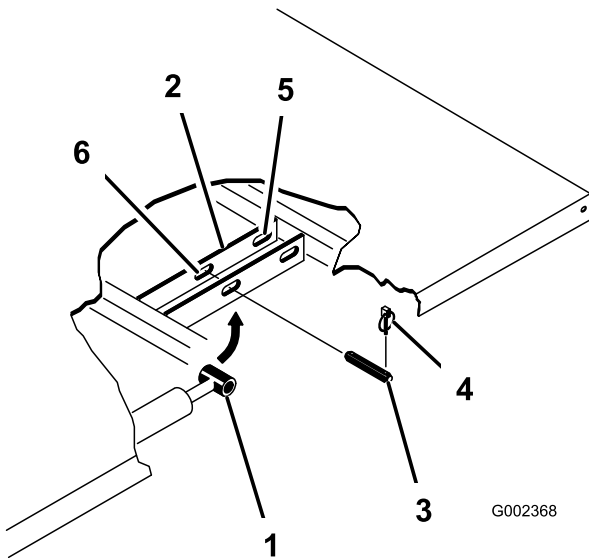

Bild 23
3. Nehmen Sie die Klappstecker von den äußeren Enden der Lastösenbolzen der Zylinderstange (Bild 23) ab.
- Nehmen Sie die Lastösenbolzen ab, mit denen die Enden der Zylinderstange an den Befestigungsplatten der Ladepritsche befestigt sind. Drücken Sie die Bolzen hierfür nach innen (Bild 23).
- Nehmen Sie die Klapstecker und die Lastösenbolzen ab, mit denen die Schwenkhalterungen an den Rahmenkanälen befestigt sind (Bild 23).